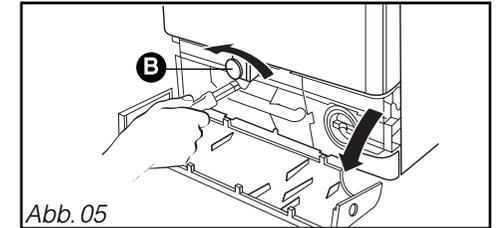

Abb. 05
- Mit Hilfe eines 10-er Schlüssels die rote Plastik Halteschraube der **Sicherung „vorne“ B** lösen (Abb. 05).